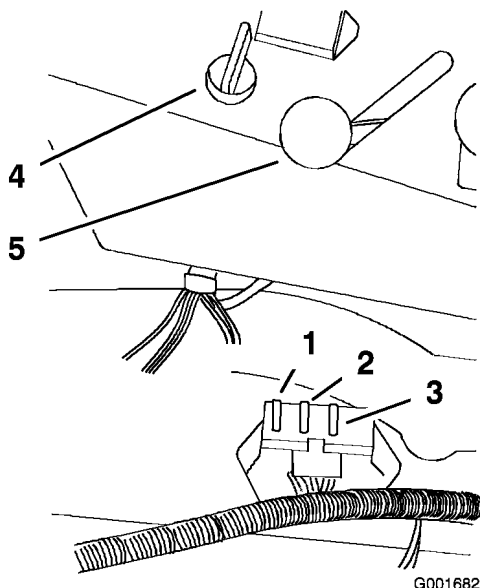

Figure 40
1. Soulevez le siège pour accéder au porte-fusibles (Figure 40).
3. Remplacez le fusible (Figure 40).